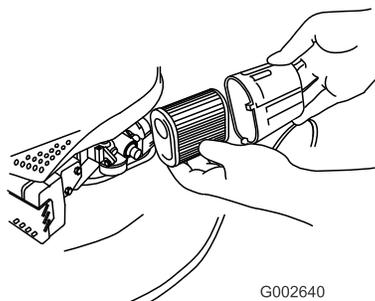

Figure 36
2. Tournez le couvercle du filtre à air pour le déposer (Figure 36).